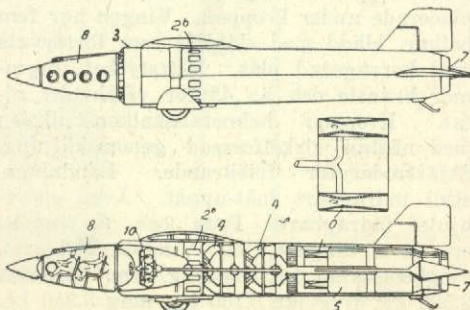

Fig. 2.
Italienaren Campinis konstruktion går tillbaka till år 1932, då han erhöll patent på denna anordning (fig. 2). Atmosfärisk luft intagas genom öppningarna vid 3 och komprimeras i centrifugalkompressorn 4, vilken drives av en vanlig flygmotor eller en gasturbin (10). Efter kompressorn ledes luftströmmen genom en likriktare, som samtidigt är utformad som motorkylare, och kommer så till det egentliga förbränningsrummet 5. Här blandas luften i venturirör med bränslet, varefter detta förbrinner. Expansionen fullföljes i ett munstycke av vanlig konstruktion.
Det vid Caproniverken byggda flygplanet motsvarar det i fig. 2 avbildade, varvid maskinen dock försetts med en propeller för starten. Efter ingångna meddelanden skall detta flygplan, som under proven flögs av överste Bernardi, ha utfört en flygning om tio minuter och därvid nått en hastighet av 720 km/tim.